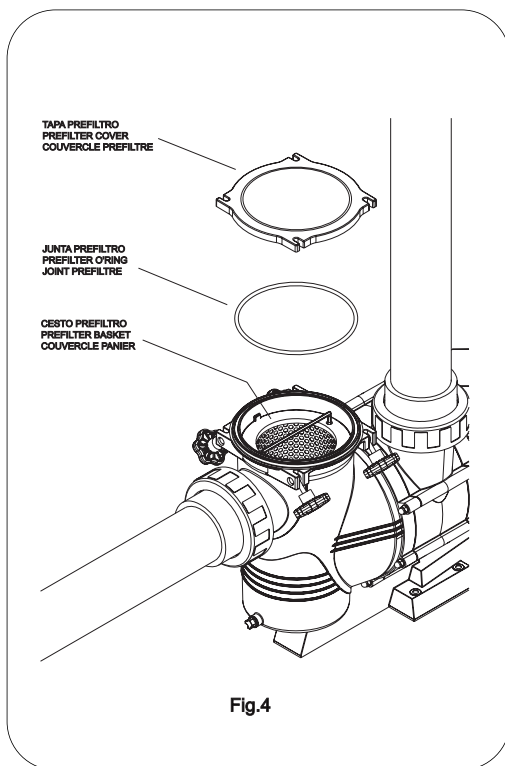

Fig.4
1. Ouvrir la couvercle du préfiltre (voir Fig. 4)
- Chaque fois que vous ouvrez le pré-filtre, nettoyer le joint pour assurer une bonne étanchéité (Fig. 4).